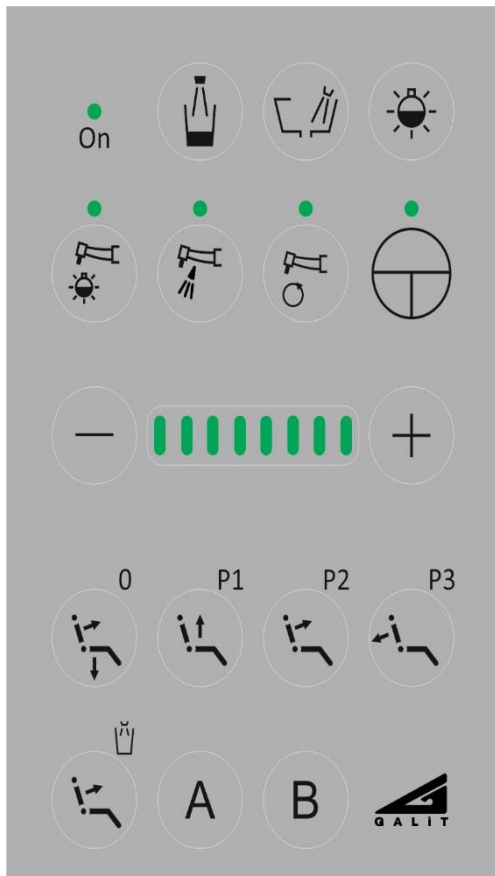

Рисунок 5.1.1 Пульт керування блоку лікаря
- при короткочасному натисненні **кнопки наповнення склянки**  на пульті блоку інструментів лікаря (Рисунок 5.1.1) або на пульті асистента (для виконань з пультом асистента) - вода поступає в склянку протягом 3 сек. При повторному натисненні кнопки пульта керування раніше 3 сек. подача води в склянку припиняється;
- при короткочасному натисненні **кнопки змиву чаші**  на пульті блоку інструментів лікаря (Рисунок 5.1.1) або на пульті асистента (для виконань з пультом асистента) – здійснюється змив чаші на протязі (10-12) сек. При повторному натисненні кнопки пульта керування раніше (10-12) сек. змив чаші припиняється.